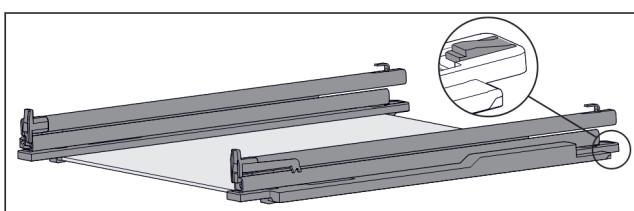

Fig. 52 Стеклянная пластина с направляющими и крепежными элементами
- Крепежный элемент сзади прижмите вниз (см. Fig. 52) и одновременно отодвните направляющую назад.